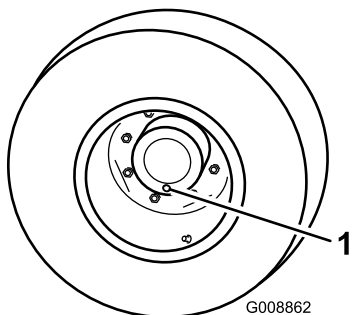

Bild 89
1. Stellen Sie auf einer ebenen Fläche ab und positionieren Sie das Rad so, dass sich eine der Prüfschrauben in der untersten Stellung (6 Uhr) befindet (**Bild 89**).